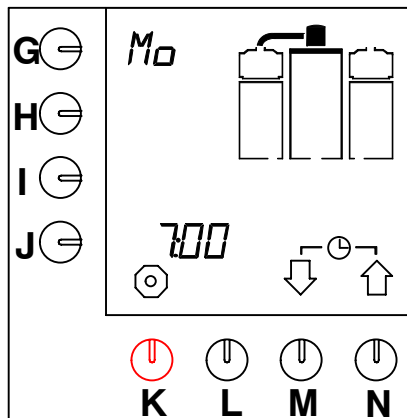

Abb. 11 Beispiel für den aktuellen Tag und Zeit
- Jetzt erscheinen ganz kurz das aktuelle Datum und die aktuelle Zeit im Display (Abb.11).
- Jetzt erscheinen der aktuelle Tag und die aktuelle Zeit im Display (Abb.11).
- Jetzt erscheinen ganz kurz das aktuelle Datum und die aktuelle Zeit im Display (Abb.11 ).